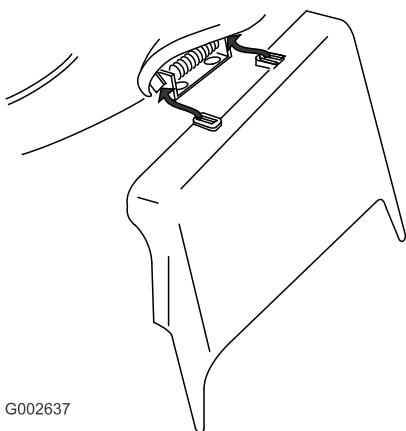

Bild 37
3. Setzen Sie den Seitauswurfkanal ein und schließen Sie die Klappe auf dem Auswurfschlitz (Bild 37).